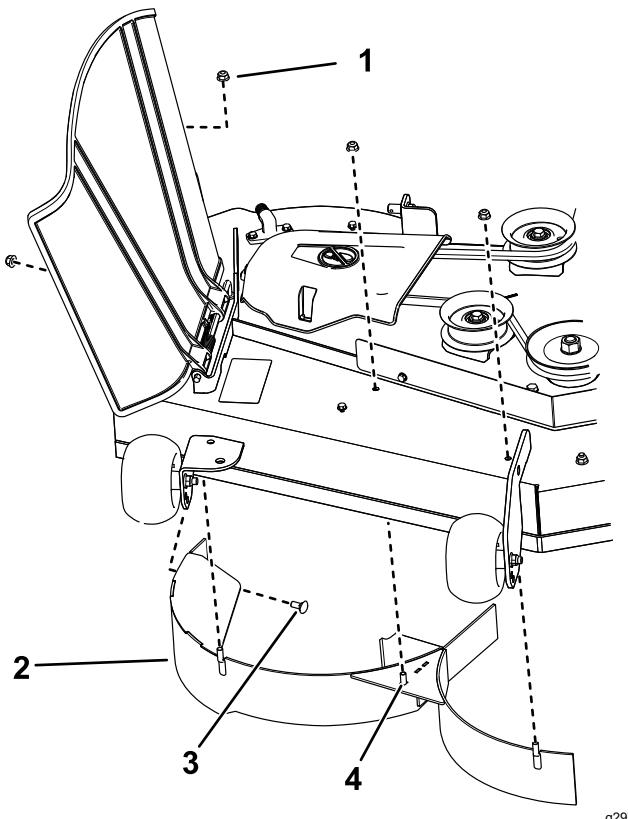

Figure 13
4. Déposez les 3 contre-écrous (5/16") des montants soudés du déflecteur droit (Figure 13).
- 4. Montant soudé (3)
5. Retirez les 2 boulons de carrosserie et les 2 contre-écrous qui fixent le déflecteur droit au plateau, puis déposez le déflecteur (Figure 13).
6. Localisez les 3 boulons dans les pièces détachées et insérez-les, avec les contre-écrous existants, dans les trous utilisés pour les montants soudés (Figure 13) afin d'éviter la projection de débris.